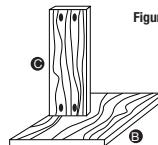
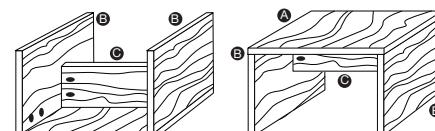

Figure 1
Figure 2
1. Drill four pocket holes in one end of each of the two 6" leg pieces (B) at the locations shown in the diagram.
2. Drill two pocket holes in each end of the support piece (C) at the locations shown in the diagram.
3. Place one of the legs (B) on your work bench with the pocket holes facing up.
4. Screw the support piece (C) to the leg (B), centering it left to right. (See Figure 1).
5. Place the other leg (B) on your work bench with the pocket holes facing up.
6. Screw your support piece (C) to this leg (B), centering it left to right so it mirrors the other side.
7. Place the stool top (A) on your work bench. Set the legs and support (B & C) on top of your stool top (A) and screw together. (See Figure 2).
1. Assurez-vous que le collier de butée du foret étagé est positionné à la hauteur correcte pour empêcher le perçage dans la base du gabarit (voir la figure 1). Utilisez la clé hexagonale fournie pour desserrer/serrer le collier de butée.
2. Centrez le morceau de bois à percer dans le gabarit et serrez-le à l'aide de la vis de serrage du serre-joint (voir la figure 2).